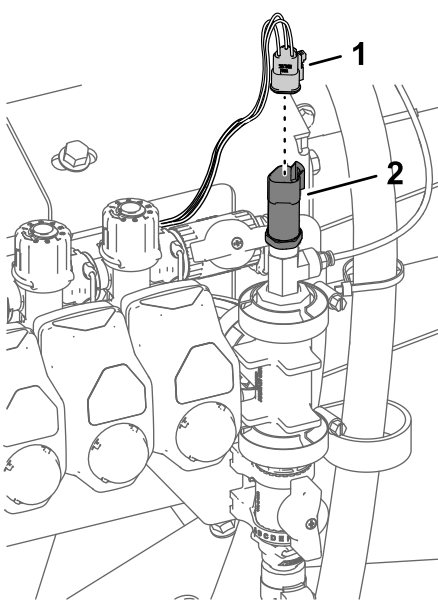

Figure 46
- 4. Branchez le connecteur à 3 douilles du transducteur (Figure 46).